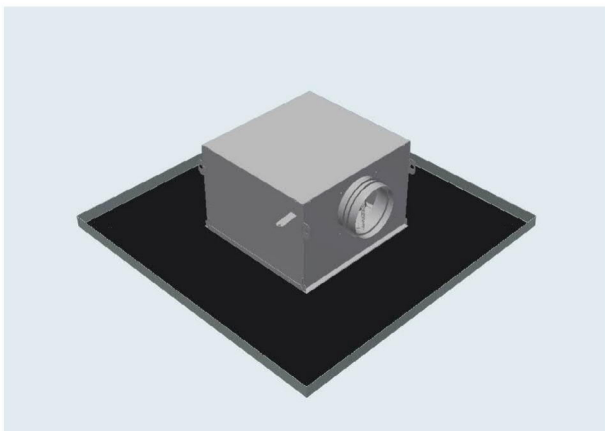

Figure 12: Opticlean avec caisson de raccordement plat F
- Caisson de raccordement plat F (figure 12), recommandé pour les faux plafonds de faible hauteur